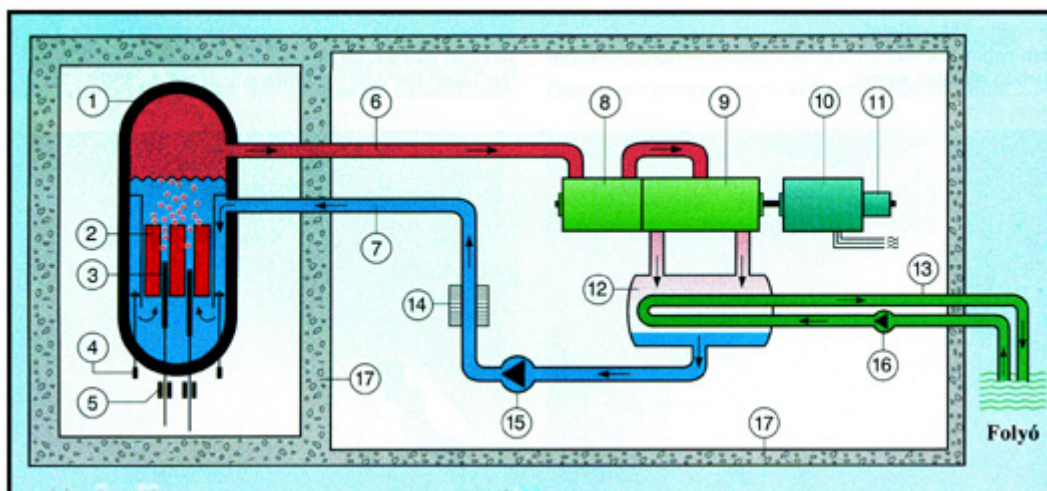

Fig. 2 - Schemat reaktora BWR [5]
W przypadku Boiling Water Reactor (BWR) podobnie jak w reaktorach PWR chłodziwem jest lekka woda jednak w tym rozwiązaniu istnieje jedynie jeden obieg chłodziwa - obieg ten został schematycznie przedstawiony na Fig.2. Para (6) napędzająca turbinę (8)(9) odparowuje bezpośrednio w reaktorze (1). Reaktor pełni tutaj rolę wytwornicy pary, wewnątrz zbiornika reaktora umieszczone są pompy recyrkulacyjne, (4) które wymuszają obieg chłodziwa. W górnej części zbiornika (1) otrzymujemy się parę nasyconą o temperaturze około 280°C i ciśnieniu około 7MPa.